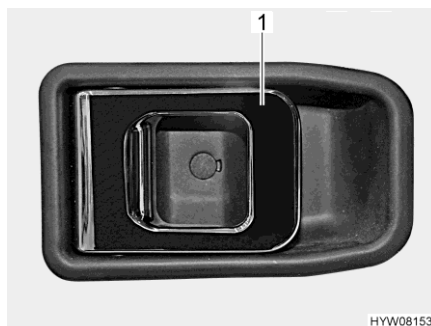

Fig. 36 Serrure de la porte (porte chauffeur/cellule, à l'intérieur)
**Ouvrir :** ■ Tirer sur la poignée (Fig. 36,1). La serrure de la porte se déverrouille et s'ouvre.
**Verrouiller :** ■ Appuyer sur la poignée (Fig. 36,1). La serrure de la porte se verrouille.